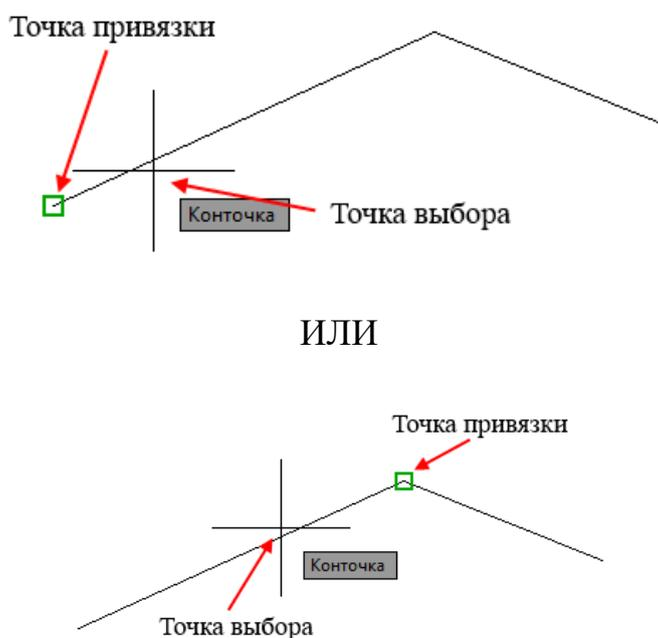

Рис. 53. Привязка Конточка
**Конточка** . Привязка к ближайшей конечной точке (дуги, отрезка и т. д.) или углу геометрического объекта (рисунок 53).